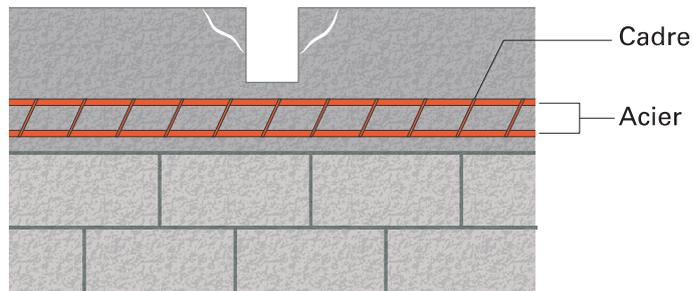

Figure 6 : Chaînage continu
- le chaînage est situé en dessous et est totalement continu, Figure 6.